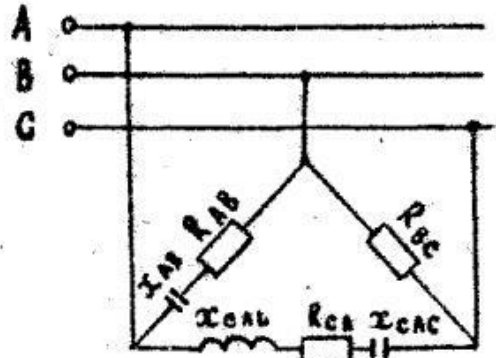

Рис. 7.7
**ЗАДАЧА 7.8.** В трехфазную трехпроводную сеть с линейным напряжением  $U_{\text{ном}}$  включили «треугольником» разные по характеру сопротивления (рис.7.7). Определить фазные токи и начертить в масштабе векторную диаграмму цепи. Из векторной диаграммы определить численные значения линейных токов. Как изменятся значения фазных и линейных токов и взаимное расположение векторов токов и напряжений при увеличении частоты тока в сети в два раза? Дано:  $R_{AB} = 8 \text{ Ом}$ ;  $X_{AB.C} = 6 \text{ Ом}$ ;  $R_{BC} = 10 \text{ Ом}$ ;  $X_{CA.L} = 20 \text{ Ом}$ ;  $R_{CA} = 16 \text{ Ом}$ ;  $X_{CA.C} = 8 \text{ Ом}$ ;  $U_{\text{ном}} = 380 \text{ В}$